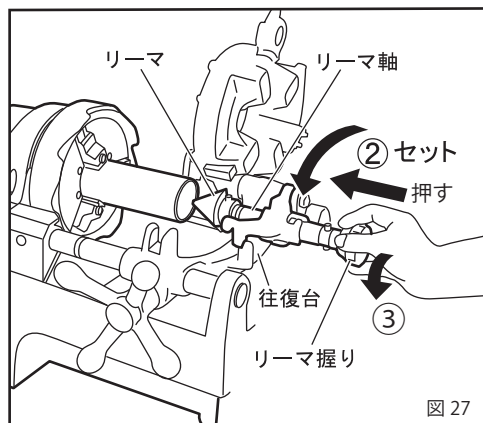

図 27
- ①使用しないダイヘッドとカッタを起こしてください。
- ②リーマを往復台にセットしてからリーマ握りを押して、リーマを突きだします。(図 27)
- ③リーマ握りを反時計方向に回してホルダーにセットします。(図 27)